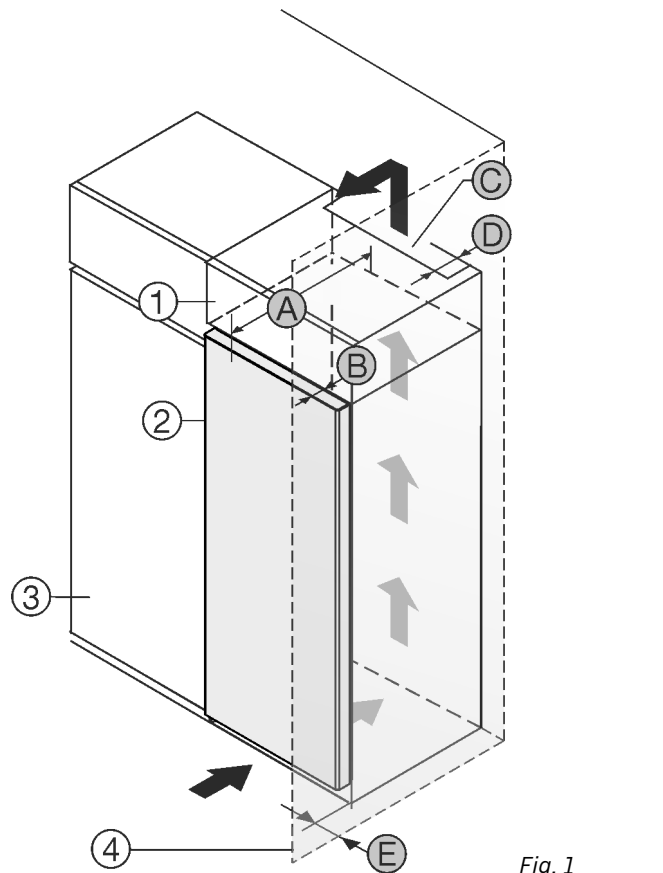

Fig. 1
Pange seade üles vahetult köögikapi Fig. 1 (3) kõrvale.
Pealiskapi tagaküljel peab olema vähemalt sügavusega Fig. 1 (D) kogu pealiskapi laiune heitõhušaht.
Ruumi lae all tuleb ventilatsiooniristlöikest Fig. 1 (C) kinni pidada.
Kui seade pannakse šarniiridega seinu Fig. 1 (4) kõrvale üles, siis tuleb pidada kinni seadme ja seinu vahekaugusest vähemalt 13 mm.
Kui seade pannakse šarniiridega seinu Fig. 1 (4) kõrvale üles, siis tuleb pidada kinni seadme ja seinu vahekaugusest vähemalt 20 mm.
Võimaldamaks ust täielikult avada, peab seade vähemalt ukeseügavuse Fig. 1 (B) võrra köögikapi esiseinast ettepoole ulatuma. Köögikappide Fig. 1 (3) sügavusest ja seinu-vahehoidikute kasutamisest sõltuvalt võib seade rohkem välja ulatuda.